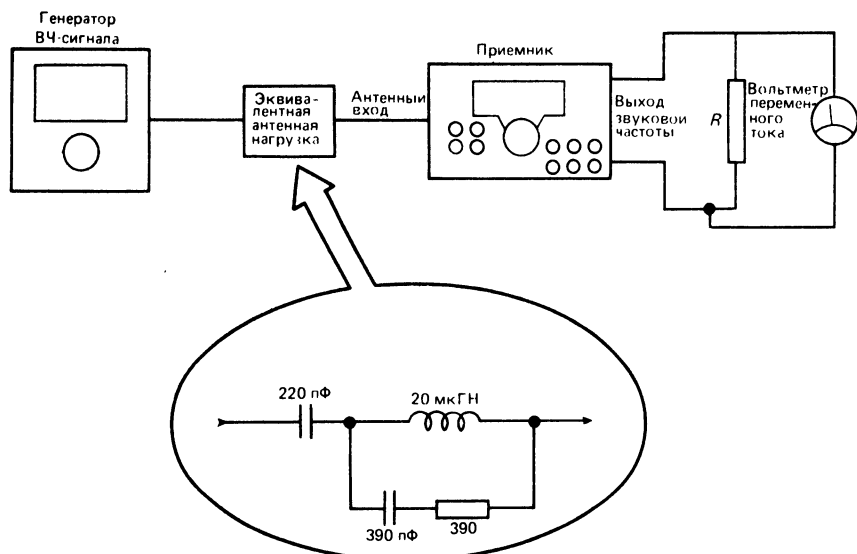

Рис. 14.2. Схема для определения чувствительности приемника.
На рис. 14.2 показаны приборы, необходимые для проведения измерения в обоих случаях. Калиброванный генератор сигналов (см. гл. 3) подсоединяется к антенному входу, а вольтметр - параллельно выходной нагрузке. Нагрузочное сопротивление R , подключенное вместо громкоговорителя или головных телефонов, должно быть равно номинальному импедансу громкоговорителя и рассчитано на мощность, существенно превышающую уровень выходной мощности радиоприемника. Кроме то-
Эквивалентная антенная нагрузка, применяемая для настройки приемника, представляет собой пассивную схему, моделирующую линию передачи бесконечной длины. На рис. 14.2 показана типичная эквивалентная нагрузка для частот ниже 10 МГц.
В этом методе используется то же оборудование (рис. 14.2), но сигнал генератора не модулируется. Процедура следующая:
1. Соедините приборы согласно схеме на рис. 14.2, установите нулевое значение сигнала на выходе генератора и выведите ВЧ-усиление приемника на максимум. Положение регулятора громкости должно обеспечивать надежное измерение выходного сигнала. Если имеется звуковой измеритель, калиброванный в единицах уровня громкости или децибелах, то установите выходной уровень 0 дБ.